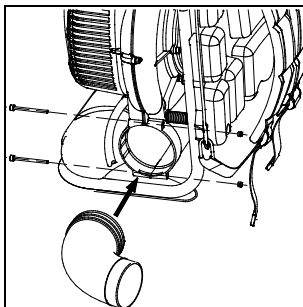
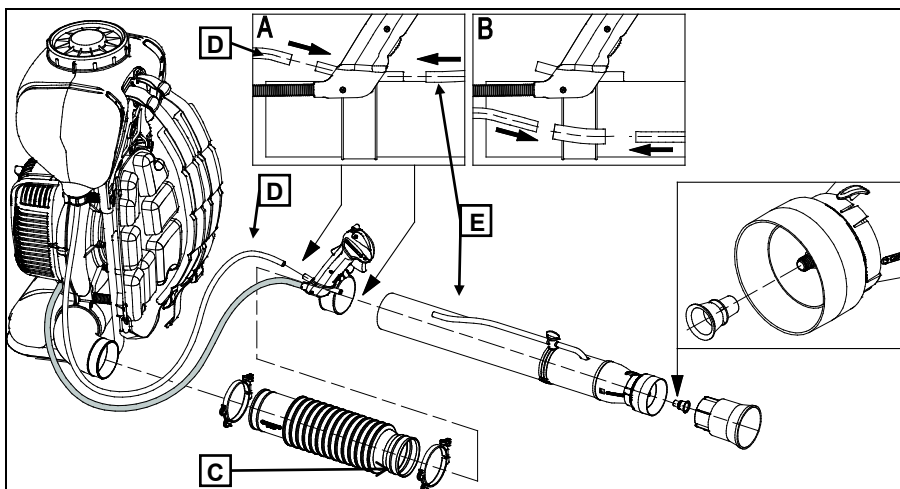

Рисунок 2 - Сборка колена
Рисунок 3 - Сборка аэрозольного опрыскивателя
См. Рисунок 2 слева, затем Рисунок 3:
3. Согласно Рисунок 3, вставьте зажимы из сумки для гаечных ключей, в два конца гибкой трубки (Рисунок 1 № 10), не затягивая их.
4. Подсоедините гибкую трубку (Рисунок 1 № 10) к колену (Рисунок 1 № 9) и к распылительной трубке (Рисунок 1 № 12), следя за тем, чтобы конус С (Рисунок 3) был направлен к распылительной трубке; теперь закрутите ручки зажимов с помощью надетого гаечного ключа.
8. Вставьте два шланга для жидкости (Рисунок 1 № 18) D и E в рукоятку (Рисунок 1 № 11) как показано на Рисунок 3 в квадрате А.